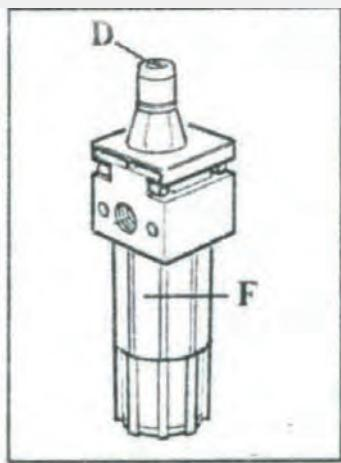

Рисунок 25
Для смазки подвижных частей пневмоцилиндров и пневмораспределителей следует заливать в маслораспыльник масло индустриальное И-20 или И-40А. Регулярно проверяйте уровень масла в маслораспыльнике. При необходимости доливайте, открутив стакан маслораспыльника F (рисунок 25).
2. Капля масла должна падать в прозрачный стакан маслораспыльника при каждом третьем или четвертом нажатии на педаль (14). В противном случае, отрегулируйте с помощью отвертки установочный винт D маслораспыльника (рисунок 25).